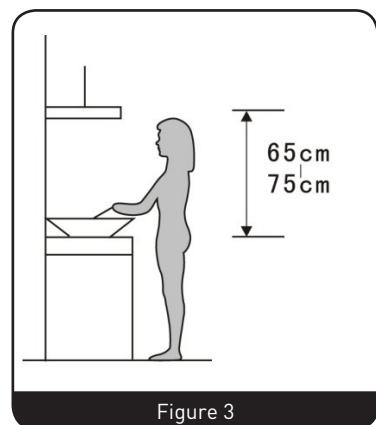

Figure 3
C. La hotte aspirante doit être placée à une distance de 65~75 cm au-dessus du plan de cuisson pour une efficacité optimale. (Figure 3)